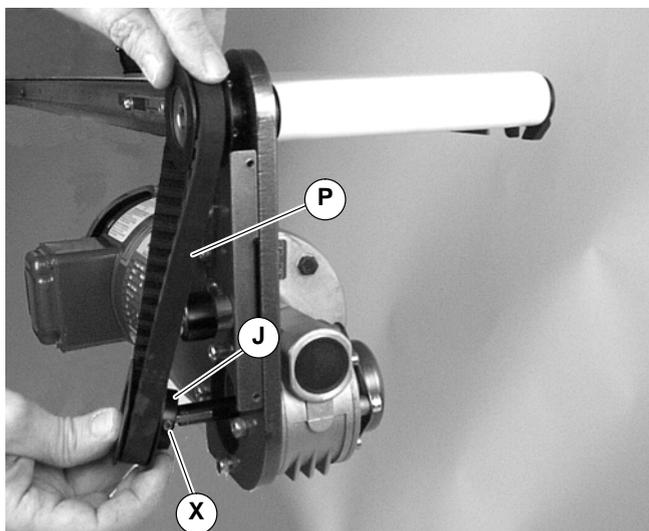

Abbildung 14
HINWEIS: Falls Antriebszahnscheibe (J auf Abbildung 14) ersetzt wird, Zahnriemen um Antriebszahnscheibe legen und Schritt 3 ausführen.
3. Die Madenschrauben der Antriebszahnscheibe (X siehe Abbildung 14) lösen. Antriebszahnscheibe (J) und Zahnriemen (P) abnehmen.
HINWEIS: Die Antriebszahnscheibe (J siehe Abbildung 14) ist abgenommen. Zahnriemen um Antriebszahnscheibe legen und Schritt 13 ausführen.